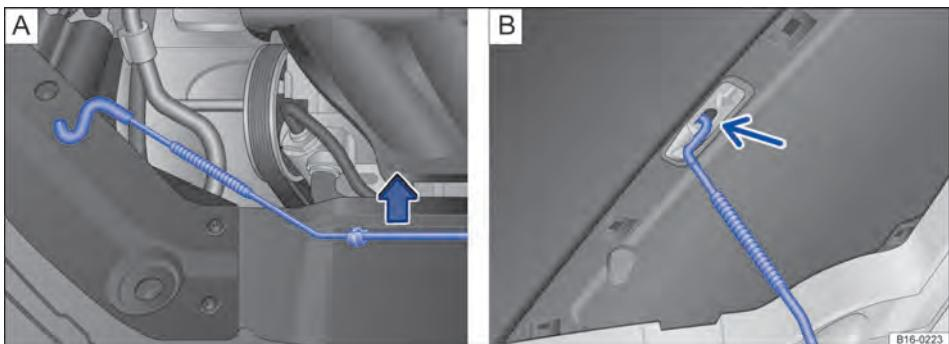

Fig. 197 **A** No compartimento do motor: suporte da tampa. **B** Tampa do compartimento do motor aberta.
- Retirar a haste de sustentação da tampa do suporte no sentido da seta → Fig. 197 **A** e encaixá-la na abertura na tampa do compartimento do motor → Fig. 197 **B** (seta).
- Desenganchar a haste de sustentação da tampa e travá-la no suporte no fecho → Fig. 197 **A**.